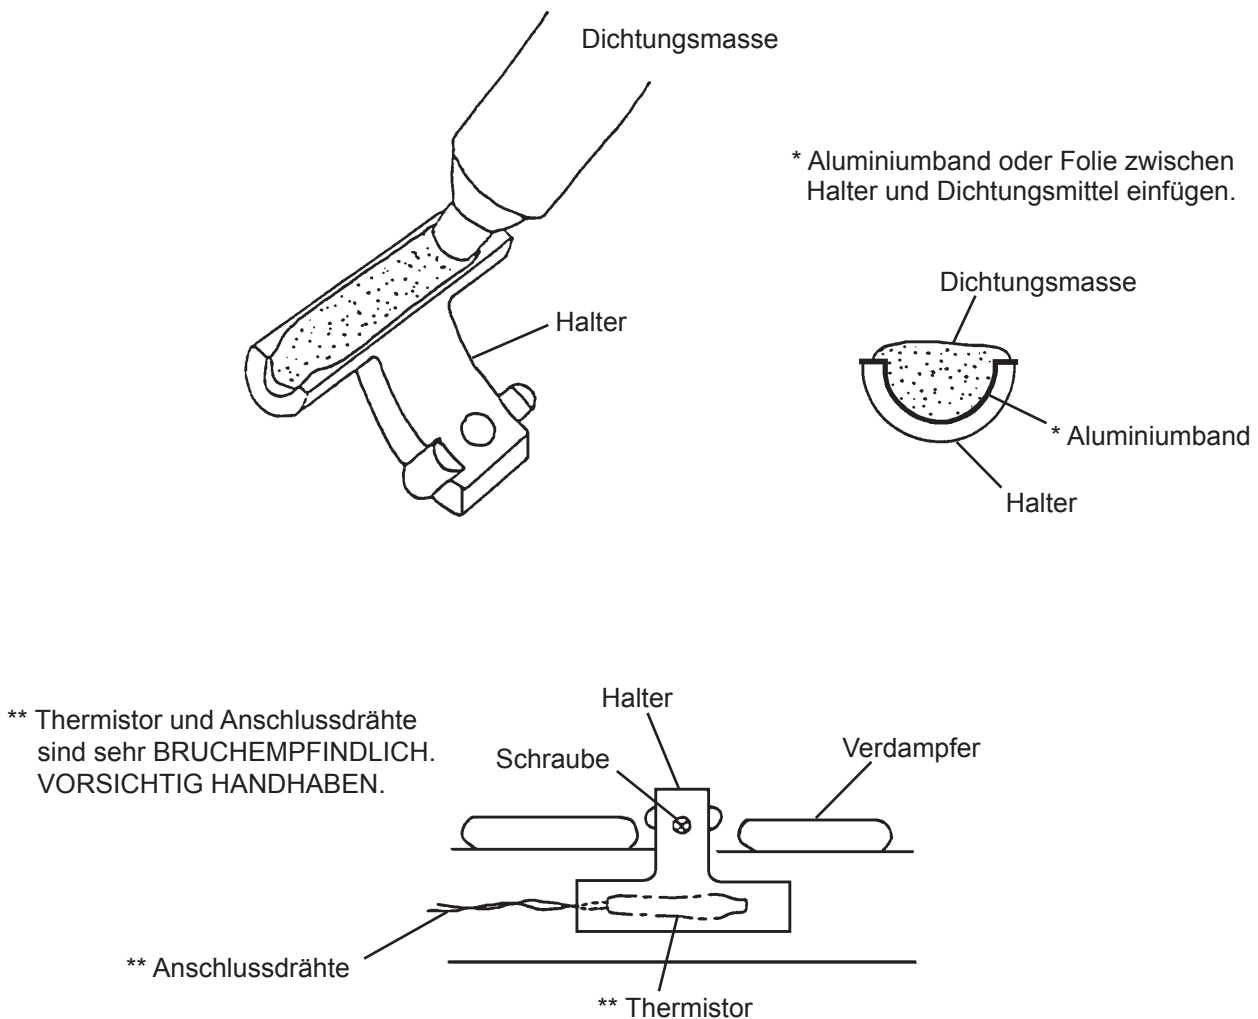

Abb. 14
- 5) Den neuen Thermistor in umgekehrter Ausbaureihenfolge einbauen und dazu eine Dichtungsmasse (mit hoher Wärmeleitfähigkeit) verwenden. Siehe Abb. 14.